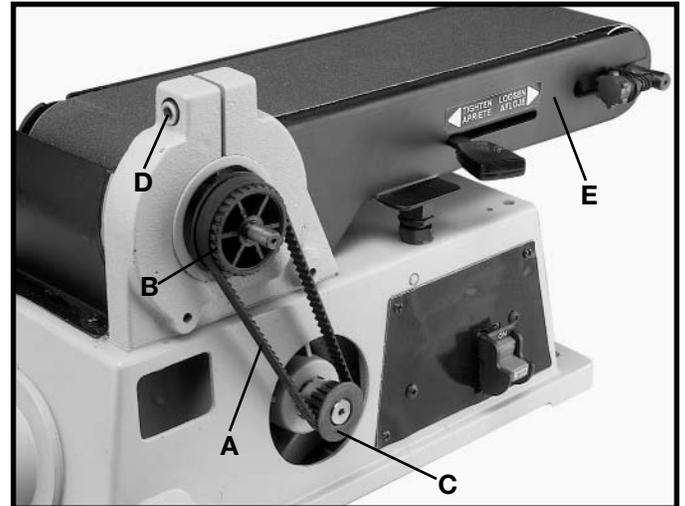
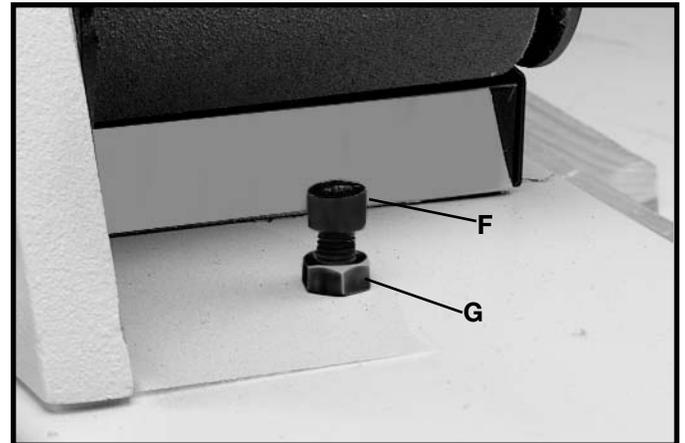

Fig. 2
Fig. 3
Votre ponceuse est livrée avec une courroie (A) fig. 2, installée sur les poulies (B) et (C) à l'usine. Avant de monter la machine, vérifiez la tension de la courroie et ajustez-la comme suit :
1. Desserrez la vis (D) fig. 2, à l'aide de la clé hex. de 6 mm et mettez le bras de ponçage (E) en position verticale pour exposer la vis de réglage de la tension de la courroie (F) fig. 3 et le contre-écrou (G).